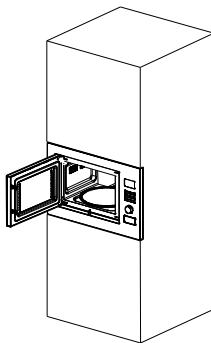

Fig.5
e) Abra agora a porta, e coloque o parafuso do orifício aparafusando-o de seguida, como mostra Fig 5.
Dimensões da abertura (A\*L\*P): 600\*378\*550(mm) como mostra a Fig.5 “E”, “D”, “F”.